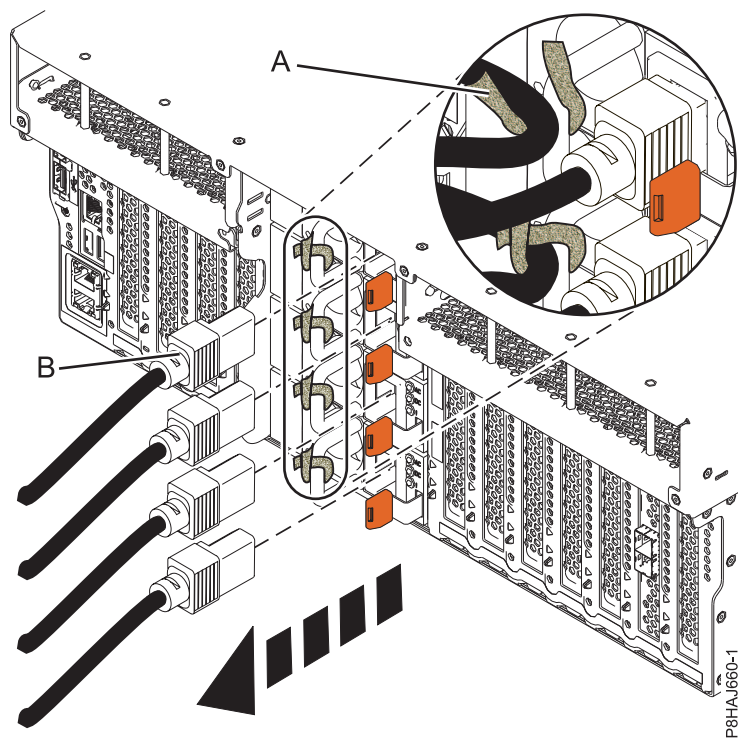
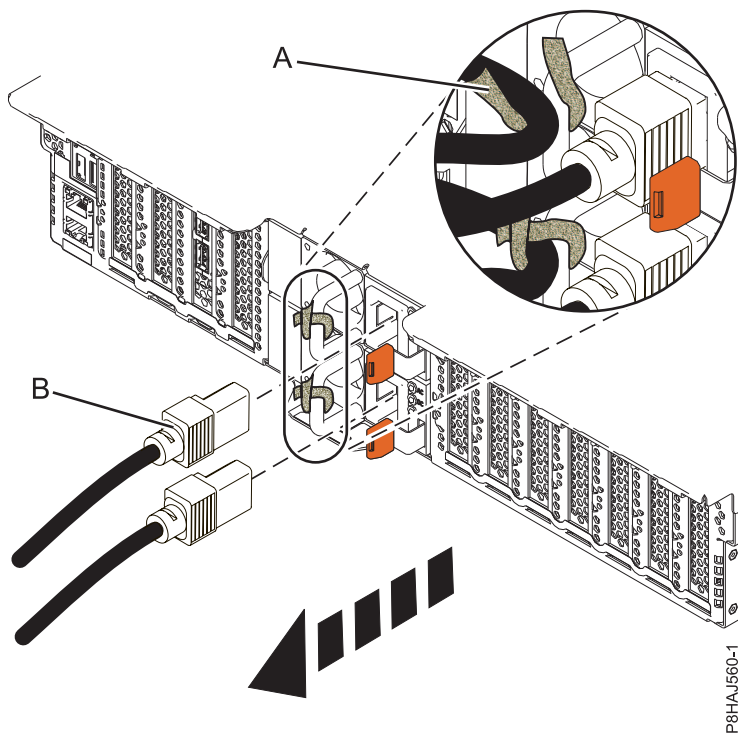
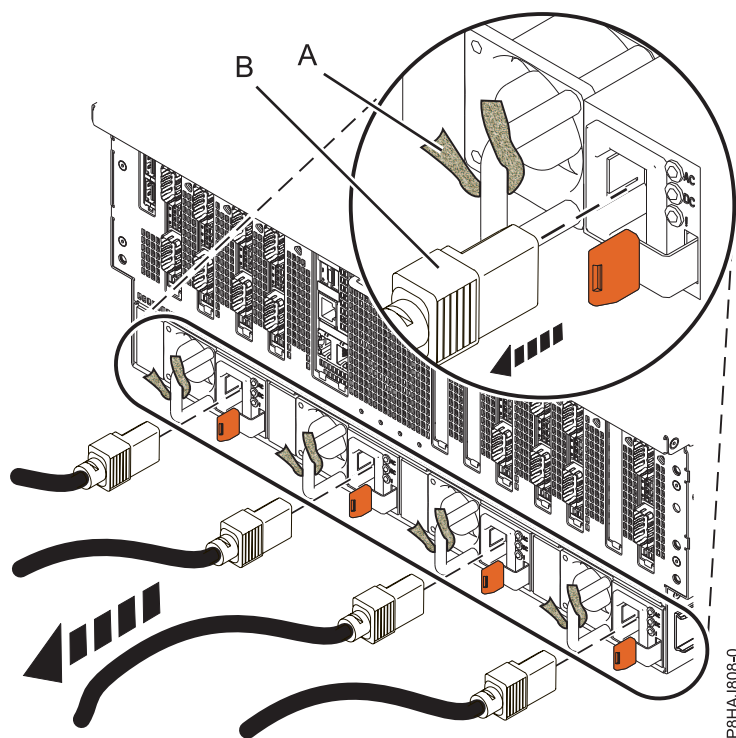

図 37. 8247-42L、8286-41A、または 8286-42A システムからの電源コードの取り外し
図 38. 5148-21L、5148-22L、8247-21L、8247-22L、8284-21A、または 8284-22A システムからの電源コードの取り外し
図 39. 8408-44E または 8408-E8E システムからの電源コードの取り外し
3. 電源コード **(B)** をシステム装置から切り離します。ご使用のシステムのタイプに応じて、56 ページの図 37、56 ページの図 38、または 57 ページの図 39を参照してください。